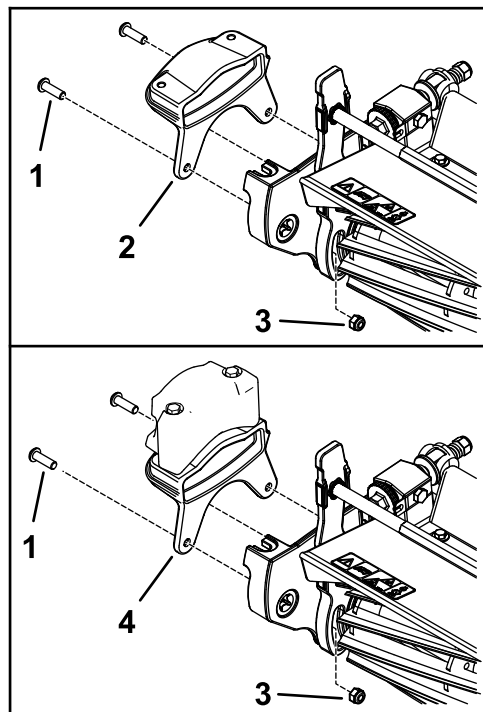

図 9
1. 新しいウェイトをカッティングユニットの側面に固定するボルト 5/16" 2 本と、ナット 5/16" 2 個を使用して 図 9 のように取り付ける。